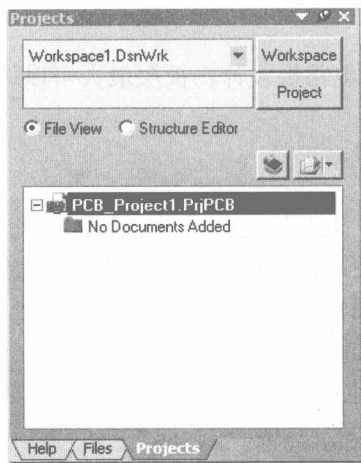

图 1-5 Projects(项目)面板
(1) 在 Protel DXP 设计管理器的 Files 工作面板中的 New 卷展栏中单击 Blank Project(PCB)选项,如果该面板未显示,可以从菜单栏中选择 File | New 命令,或单击设计管理器 Files 工作面板底部的 Files 标签,弹出如图 1-5 所示的 Projects(项目)面板。